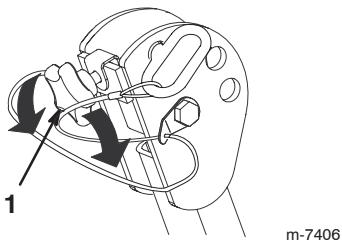

Figure 2
- Pour abaisser l'arceau de sécurité, desserrez les poignées avant (Fig. 2).
- Serrez les poignées avant contre les extrémités centrales de l'arceau de sécurité (Fig. 2).